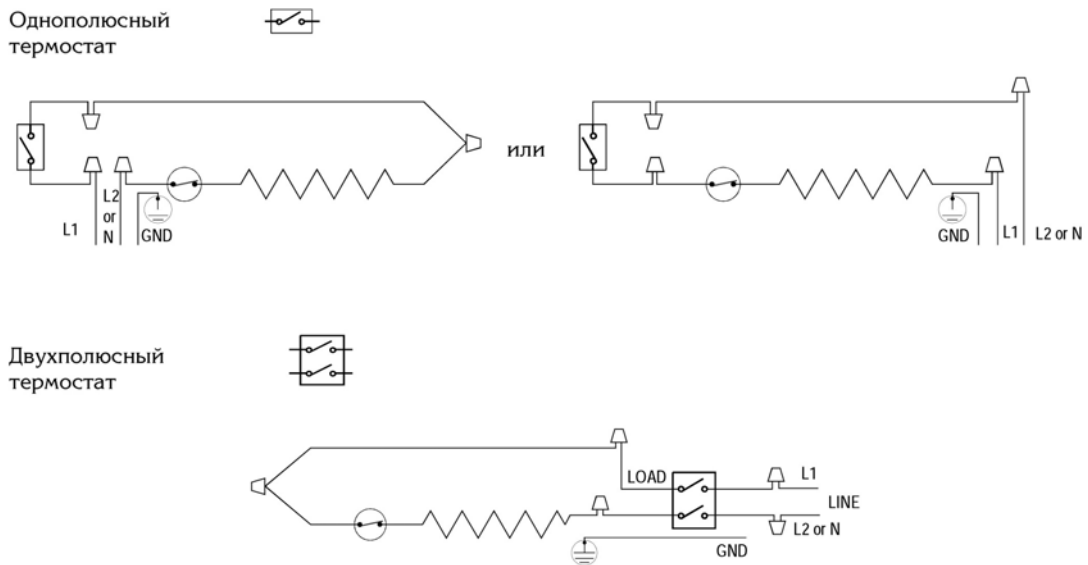

Рис. 1
1.4.3. Снимите крышку терморегулятора. Произведите электрические соединения согласно монтажной схеме (Рис. 1).